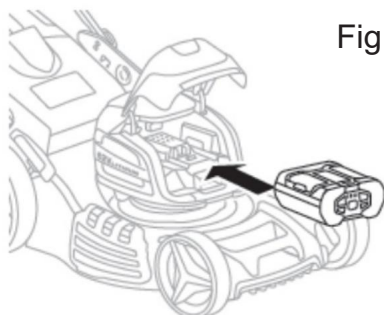

Fig. 5B
2) Insérez le bloc-piles dans son logement. (Fig. 5B)